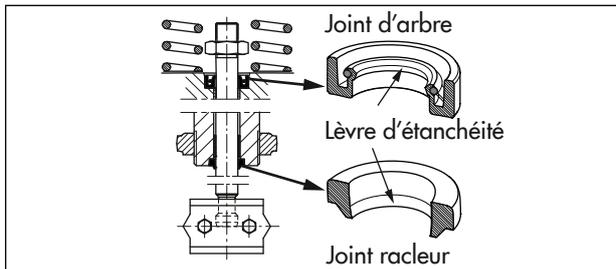

Fig. 16 : Alignement du joint d'arbre et du joint raqueur
6. Monter le joint d'arbre à l'aide d'un outil adapté. Ce faisant, veiller à aligner correctement le joint d'arbre, cf. Fig. 16.
7. Monter le joint d'arbre à l'aide d'un outil adapté. Ce faisant, veillez à aligner correctement le joint d'arbre, cf. Fig. 16.